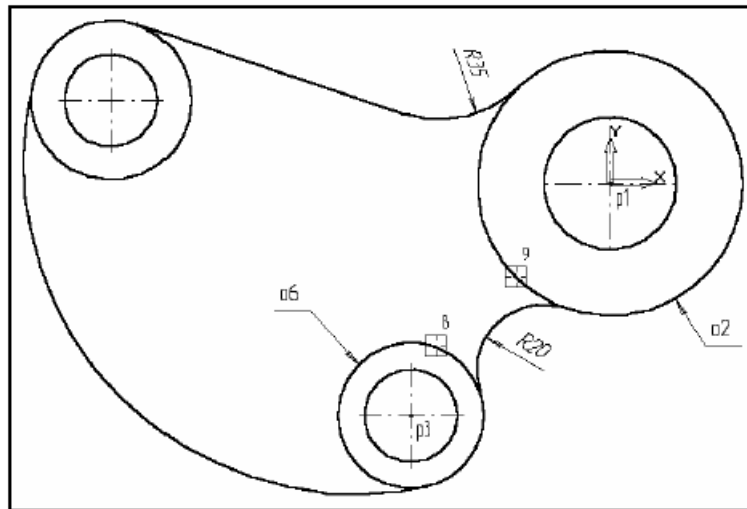

Рис.3.7
18. Самостоятельно постройте плавное сопряжение окружности **o6** и окружности **o2** дугой радиусом 20 мм, (Рис. 3.7).